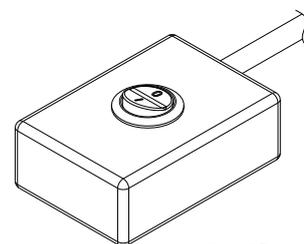

Fig. 12
6. Suba al vehículo, muévelo hacia adelante y enganche el embrague eléctrico al interruptor (Fig. 12).
1. Mientras conduce, apague el embrague eléctrico con el interruptor (Fig. 12).